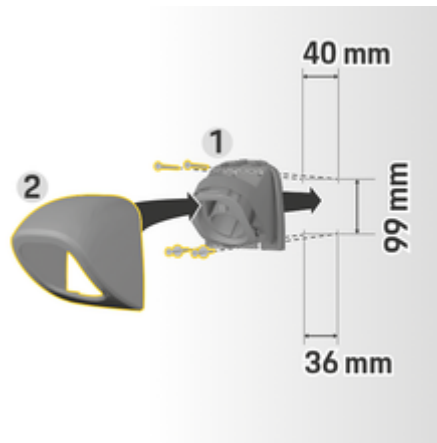

Fig. 26: Cotes de perçage
1. Retirez le support de prise **1** du couvercle (Fig. 26) **2** (Fig. 26).
4. Vissez le support de prise **1** (Fig. 26) dans le mur.
5. Placez le couvercle **2** (Fig. 26) sur le support de prise **1** (Fig. 26) par le bas et pressez vers le haut.